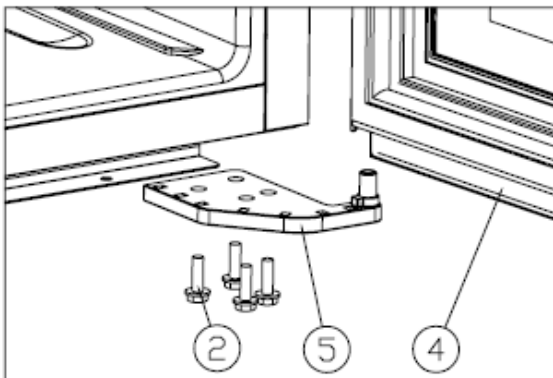

Abbildung 2
- ✧ Schrauben Sie die Schrauben M5*16 ② heraus und demontieren Sie das rechte untere Scharnier ⑤ [Abbildung 2].